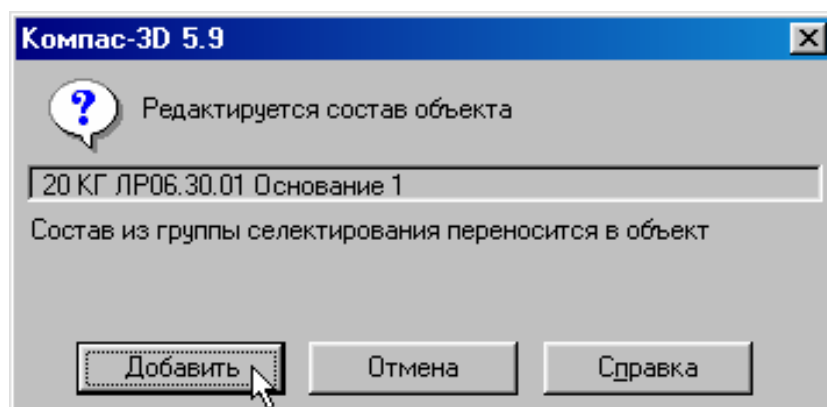

Рис. 27
- В окне сообщения о редактировании состава объекта щелкните на кнопке **Добавить**, рис. 27.